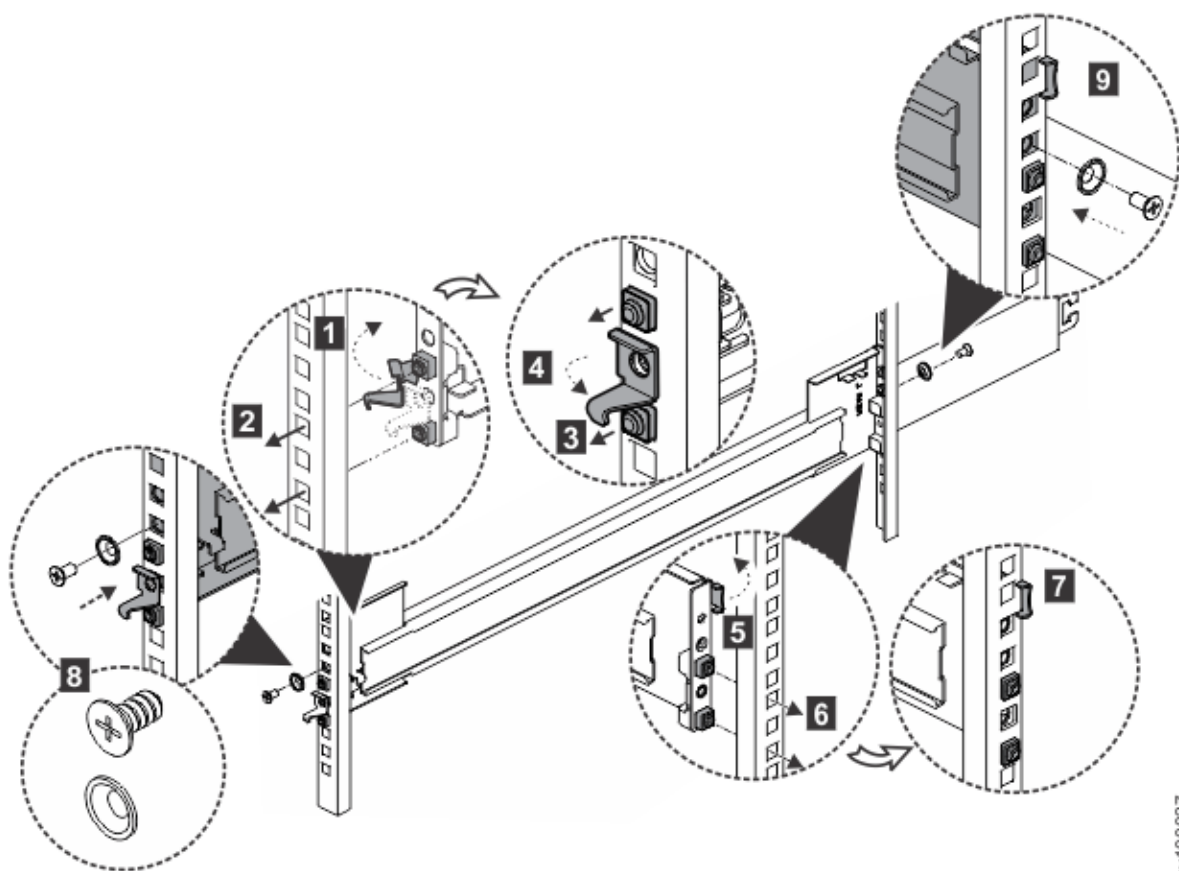

Abbildung 24. Halterung am Rahmen installieren
- a) Öffnen Sie die vordere Verriegelung (1).
- b) Fügen Sie den werkzeuglosen Schienenbefestigungsstift in die vordere Rackstütze ein (2).
- c) Rasten Sie den Schienenbefestigungsstift ein (3).
- d) Schließen Sie die vordere Verriegelung (4).
7. Bringen Sie den äußeren Teil der Schiene am hinteren Rahmen an (siehe Abbildung 24 auf Seite 22).
- a) Öffnen Sie die hintere Verriegelung (5).
- b) Rasten Sie die hintere Halterung am hinteren Rahmen ein (6).
- c) Schließen Sie die hintere Verriegelung (7).
8. Befestigen Sie die vordere Halterung mit einer Schraube M5 x 10 mm und einer entsprechenden Unterlegscheibe am vorderen Rahmen (8).
9. Befestigen Sie die hintere Halterung mit einer Schraube M5 x 10 mm und einer entsprechenden Unterlegscheibe am hinteren Rahmen (9).